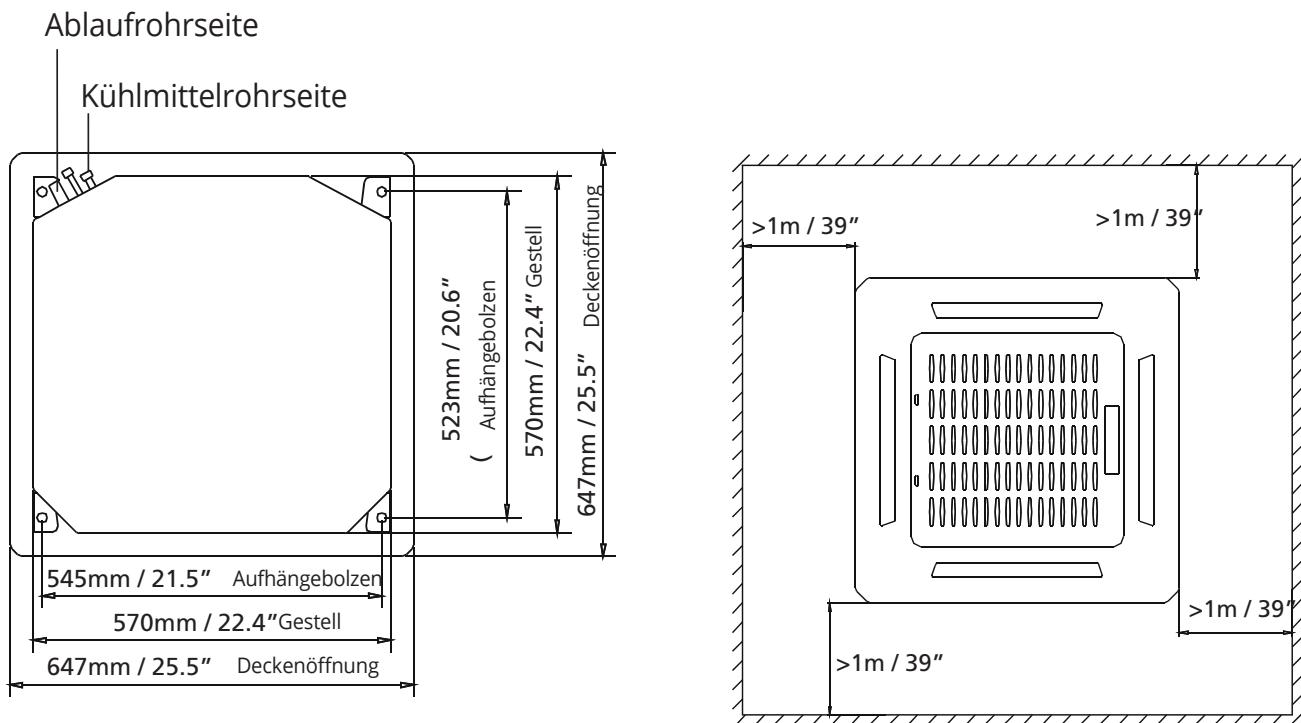

Abb. 3.3
1. Verwenden Sie das Schaumstoff-Dichtungsmittel, um ein viereckiges Loch in die Decke zu schneiden, wobei auf jeder Seite mindestens 1 m (39") verbleiben muss. Das Loch muss 60x60cm sein (23.6x23.6"). (Siehe Abb. 3.3). Markieren Sie die Bereiche, in denen die Deckenankerlöcher gebohrt werden.